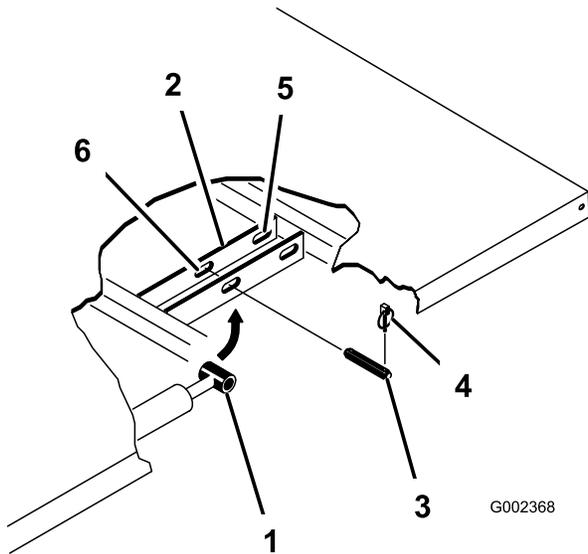

Figura 40
3. Retire os pinos de sujeição das extremidades exteriores dos passadores de forquilha (Figura 40).
4. Retire os passadores de forquilha que prendem as extremidades da haste do cilindro nas placas de montagem da plataforma, empurrando os passadores para dentro (Figura 40).
5. Retire os pinos de sujeição e os passadores de forquilha que prendem os apoios articulados nos canais da estrutura (Figura 40).